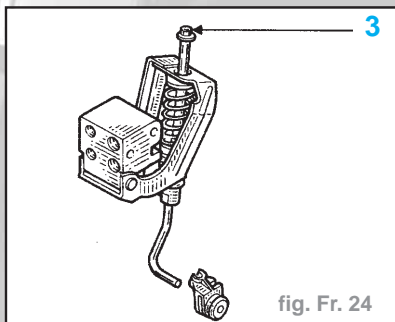

fig. Fr. 24
Nota : ne pas toucher à l'écrou (3) (fig. Fr. 24).